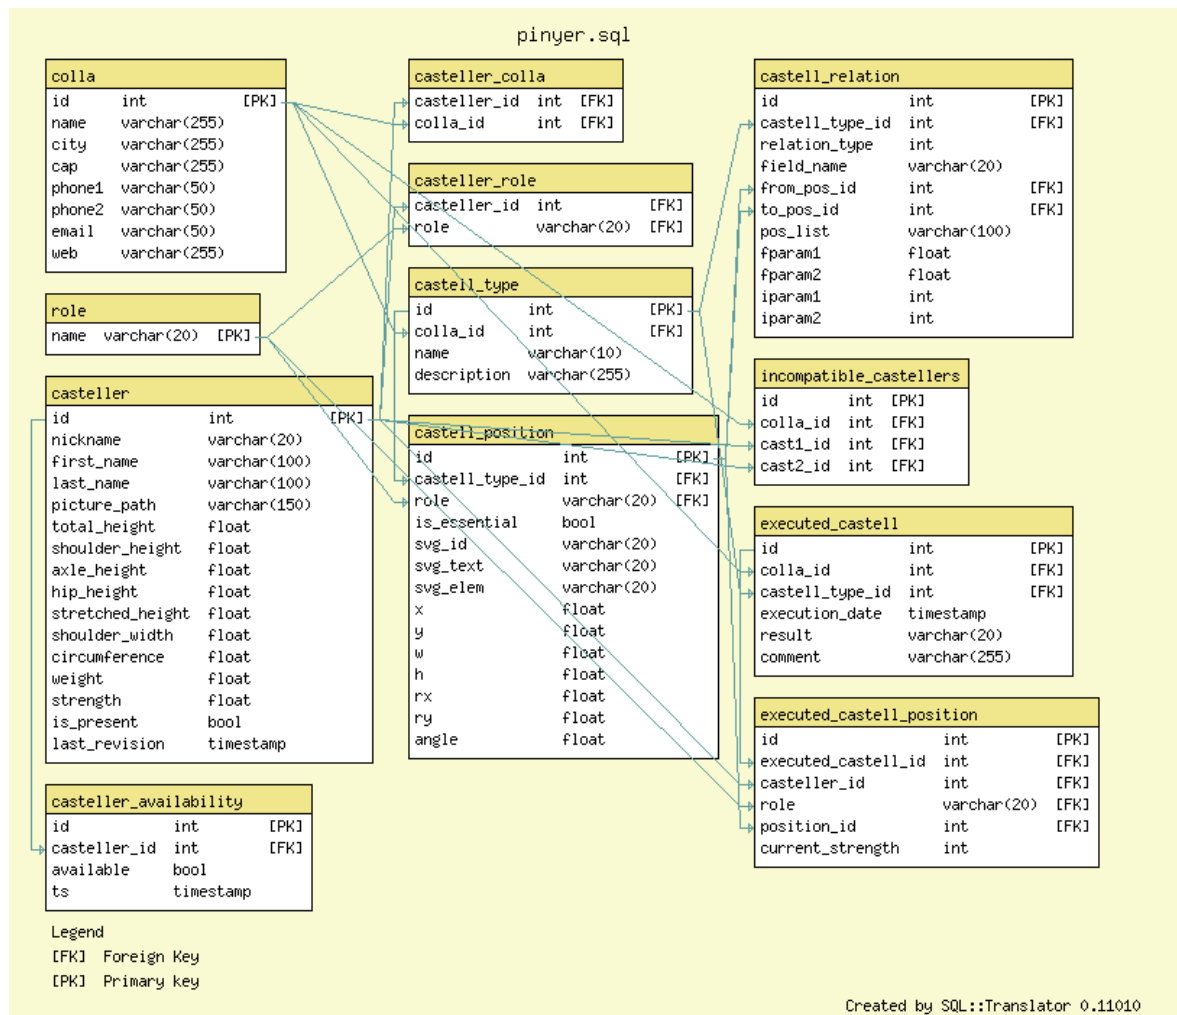

FIGURA 1. Las diferentes tablas y las relaciones entre sus campos clave
**1.1. Base de datos.** Los datos de los castilleros residen en una base de datos MySQL con el esquema de la Figura 1.